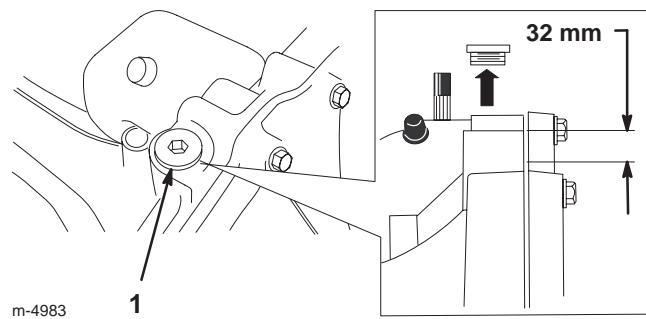

Figure 27
6. Nettoyez la surface autour du bouchon de remplissage (Fig. 27) pour éviter que des impuretés ne tombent dans le réservoir quand vous faites l'appoint d'huile.
**Remarque :** Le liquide doit arriver à environ 32 mm en dessous du sommet de l'orifice de remplissage (Fig. 27). Ajoutez de l'huile au besoin.